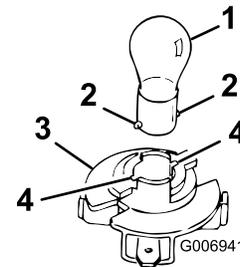

Figure 45
3. Tournez l'embase d'un quart de tour dans le sens horaire et enlevez-la du réflecteur (Figure 45).
4. Introduisez l'ampoule et tournez-la dans le sens antihoraire jusqu'à la butée (environ 1/4 tour) puis retirez-la de l'embase (Figure 45).
2. Introduisez le culot dans l'embase (Figure 45).